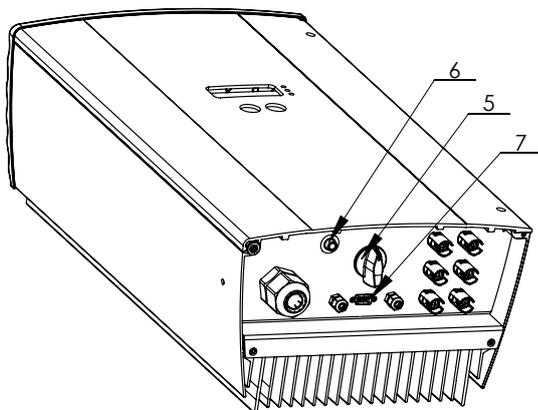

Figure 4.6 : **Partie inférieure du Powador**
Pour séparer l'onduleur du générateur photovoltaïque, tournez le disjoncteur CC interne qui se trouve sur la partie inférieure de l'onduleur afin de le faire passer de la position MARCHE (1) à la position ARRÊT (0) (figure 4.6).
Appuyez pour cela pendant 5 secondes env. sur le bouton « Démarrage nocturne » (figure 4.6 - (6)) situé sur la partie inférieure de l'appareil jusqu'à ce qu'un affichage apparaisse sur la console.
Une interface série isolée galvaniquement (voir figure 4.6 - (7)) permet de transmettre des données d'exploitation à un ordinateur (ex. : ordinateur portable) et de poursuivre leur traitement individuel avec des programmes traditionnels de calcul de tableaux.